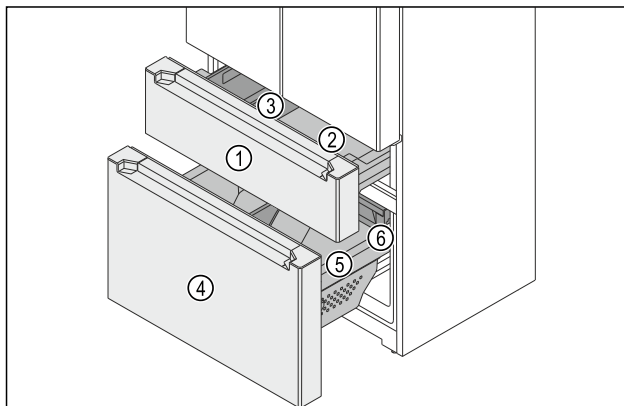

Fig. 147 Chariots à glissière du congélateur
Le congélateur se compose de deux chariots à glissière. Le chariot à glissière supérieur Fig. 147 (1) comprend un bac Fig. 147 (2) et une FlexBox Fig. 147 (3). Le chariot à glissière inférieur Fig. 147 (4) comprend un bac Fig. 147 (5) et un tiroir Fig. 147 (6). Vous pouvez retirer la FlexBox et le bac dans le chariot à glissière supérieure pour le nettoyage.